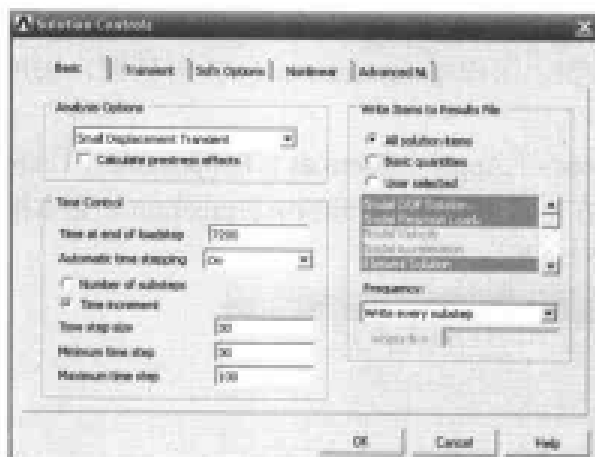
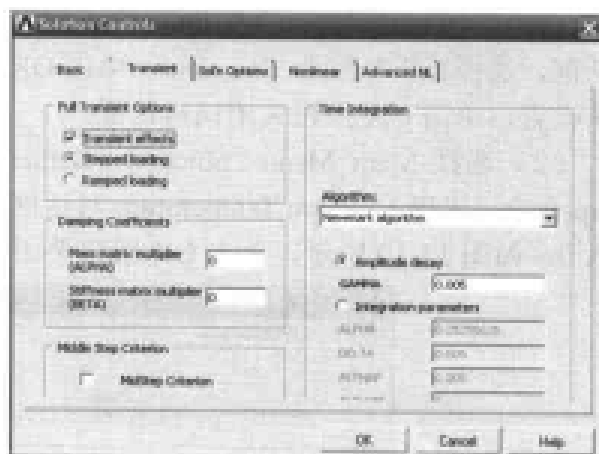

图 12-12 求解控制基本选项设置对话框
图 12-13 求解控制瞬态选项设置对话框
(8) 选择 Utility Menu | Select | Everything 命令。
(9) 选择 Main Menu | Solution | Analysis Type | Sol'n Controls 命令, 出现 Solution Controls 对话框, 选择 Basic 选项卡, 参照图 12-12 对其进行设置。选择 Transient 选项卡, 参照图 12-13 对其进行设置, 单击 OK 按钮关闭 Solution Controls 对话框。